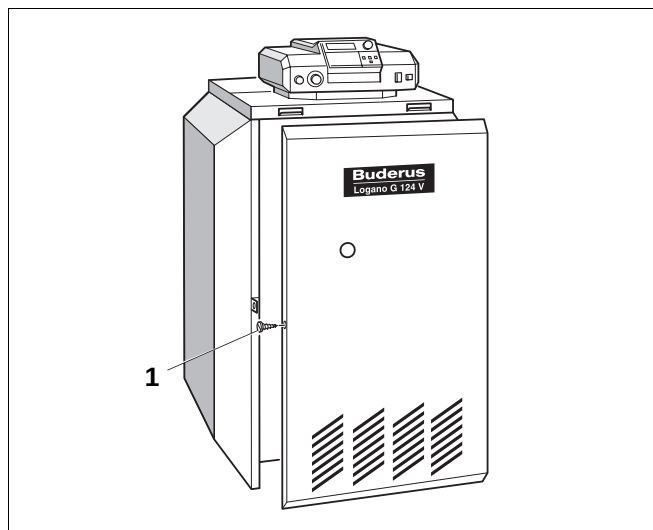

Fig. 35 Monter le panneau avant
- Serrer les vis de fixation à gauche et à droite dans les parois latérales (fig. 35, **pos. 1**).